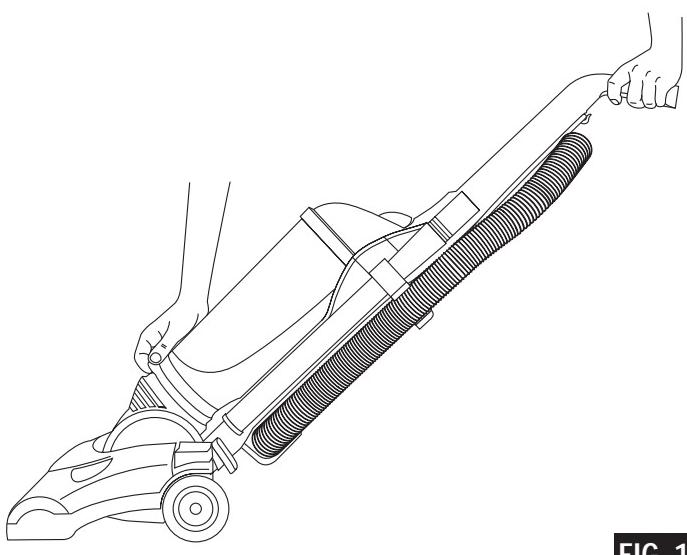

FIG. 14
Step 5: Use Stair Handle. (FIG. 14) For use when cleaning stairs or upholstery, hold the cleaner by the regular handle with one hand and by the stair handle with the other hand.
Étape 5. Utilisation de la poignée. (FIG. 14) Pour le nettoyage d'escaliers. Pour nettoyer les marches d'escalier ou les meubles rembourrés, tenez l'aspirateur par le manche d'une main et par la poignée de l'autre main.
Paso 5. Uso de la manija para escaleras. (FIG. 14) Para limpiar escaleras o muebles, sostenga la aspiradora por la manija normal con una mano y por la manija para escaleras con la otra.